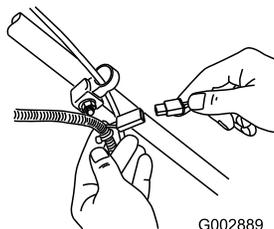

Figure 31
1. Branchez le chargeur au faisceau de câblage de la machine situé sous la clé de contact (Figure 31).